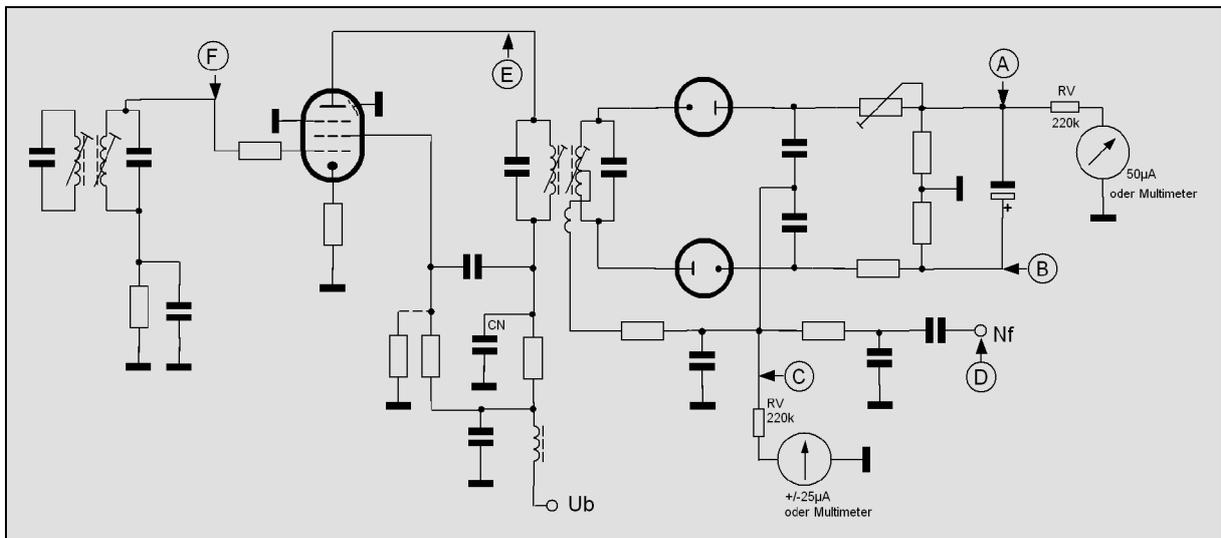

Bild 3: symmetrischer Ratiodetektor und letzte Begrenzerstufe
1.4. Das Voltmeter zur Messung der halben Summenrichtspannung (symmetrischer Ratiodetektor) bzw. der vollen Summenrichtspannung (unsymmetrischer Ratiodetektor) liegt zwischen Punkt A in Bild 3 und 4 und Masse (Messbereich etwa 20V). Das Instrument zum Messen des Nulldurchgangs (Messbereich zunächst ebenfalls 20V, später kleineren Messbereich wählen) wird zwischen Punkt C und der elektrischen Mitte des Lastwiderstandes des Ratiodetektors (P1, R9, R10, R11) angeschlossen. Beim symmetrischen Ratiodetektor liegt die elektrische Mitte auf Masse. Beim unsymmetrischen Ratiodetektor muss die elektrische Mitte durch zwei Vorwiderstände (RV1 und RV2) nachgebildet werden. Das Instrument zur Messung des Nulldurchgangs darf beim unsymmetrischen Ratiodetektor daher keinen Massebezug haben!
Messsender mit dem ZF-Verstärker verbinden, wie beim statischen Abgleich unter Punkt 1.2 beschrieben. Mittleren HF- Pegel einstellen, **Demodulator-Tastkopf sehr lose an den Anodenanschluss der letzten ZF-Röhre**, Punkt E in Bild 3, ankoppeln. Man sollte den Demodulatorastkopf nur in die Nähe des Anodenanschlusses bringen, um die Abstimmung des Kreises durch die Belastung durch den Tastkopf nicht zu verändern.
Alternative: Man kann die ZF Kurve auch mit einem 10:1 Tastkopf über einen Entkopplungswiderstand von etwa 47k Ω an Punkt A in Bild 3 und 4 abnehmen.
Einen konventionellen Tastkopf 1:10 über einen Kondensator am Punkt C in Bild 3 und 4, oder, bei Mono-Empfängern, wenn ein Deemphasisglied folgt, direkt am Punkt D in Bild 3 und 4 anschließen.
Einspeisen des Meßsender-Signals über das Signalführungskabel an g1 der letzten ZF-Röhre (Punkt F, Bild 3)